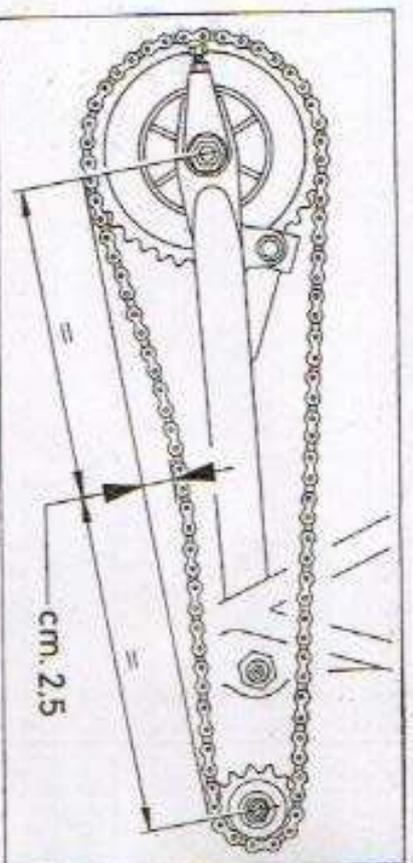

Fig. 5
- 3 - Con la motocicletta sul cavalletto controllare la tensione della catena, servendosi di un'asta appoggiata al di sotto della catena stessa (fig. 5).